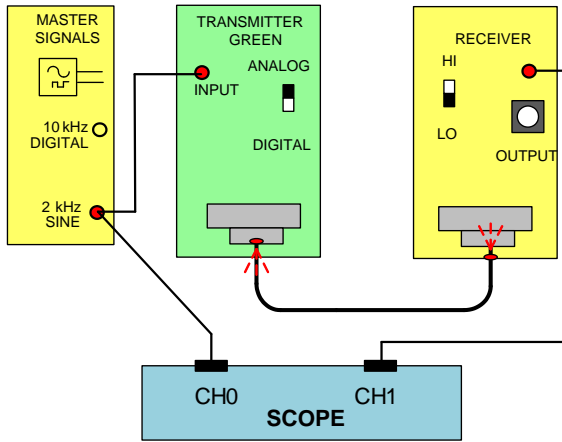

Рис.5. Схема соединений оптико-электронной линии передачи информации
21. Измените схему, как показано на рис. 5, заменив передатчик с красным светодиодом передатчиком с зеленым светодиодом.
Измените схему, как показано на рис. 5, заменив зеленый светофильтр красным.
27. Восстановите схему, показанную на рис.5. Убедитесь, что среднеквадратического значение напряжения восстановленного сообщения совпадает с опорным напряжением передатчика с зеленым светодиодом в таблице 2. Добавьте в схему левосторонний разветвитель, как показано на рис.8.